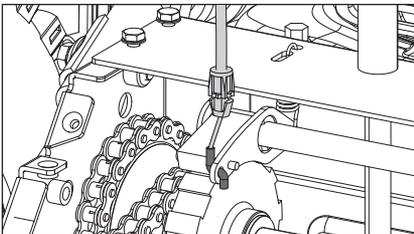

Figure 75
5. Décrochez le connecteur. (Fig. 75)